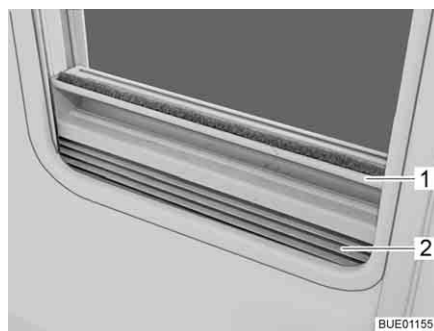

Bild 43 Plisségardin
- Stänga:** ■ Ta tag i mitten på plisségardinens (Bild 43,2) list (Bild 43,1) och drag den nerifrån och upp och släpp loss den vid önskad höjd. Plisségardinerna stannar på denna höjd.